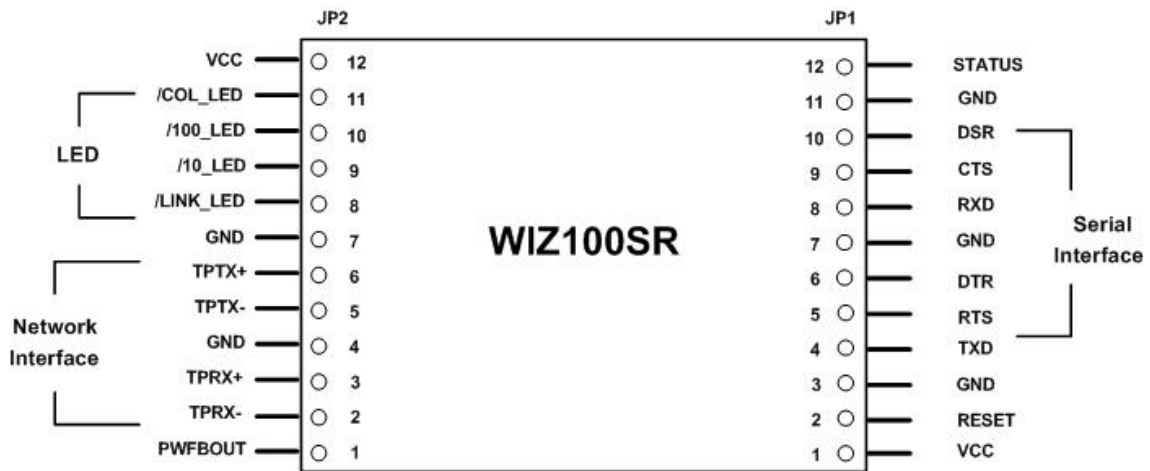

Figure 18. WIZ100SR 핀 배열
- ① 테스트보드의 JP4(Mode Switch)가 Normal mode로 되어 있는지 확인합니다. (Config mode로 설정되어 있으면 모듈의 네트워크기능이 불가능하게 되어 Configuration Tool로 설정이 불가하므로 주의 요망)
- ② 시리얼 케이블을 이용하여 PC와 WIZ100SR 테스트 보드를 연결합니다.
- ③ PC와 WIZ100SR 테스트보드를 이더넷 케이블로 연결합니다.
- ④ WIZ100SR 테스트보드의 파워를 켭니다.
- ① configuration tool을 실행하여 search 버튼을 누르면 보드가 검색됩니다.
- ② board list에서 설정 변경을 원하는 보드를 선택한 후 원하는 값으로 변경하고 setting 버튼을 누릅니다.
- ③ 설정이 완료되면 Fig.18과 같이 설정 완료 메시지가 출력됩니다.